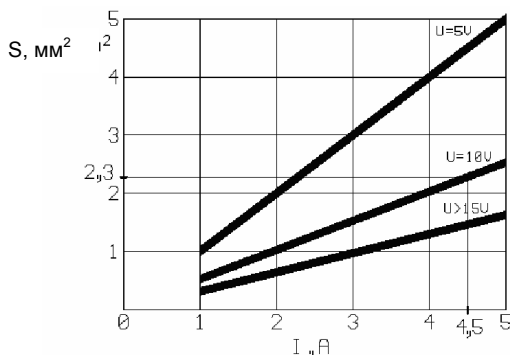

Рисунок 17 – Зависимость выбираемого сечения S от тока потребления I при длине провода до 15 м
- а) из точки на горизонтальной оси, соответствующей току потребления (например, $I = 4,5$ А, см. рисунок 17), восстановить перпендикуляр до пересечения с графиком, соответствующим напряжению питания (например, $U=10В$);*